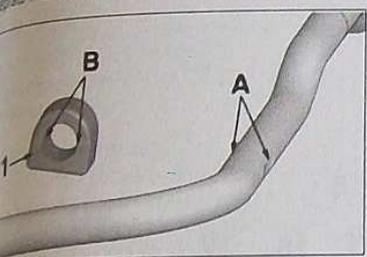

FIG. 6
- remettre l'état des paliers élastiques (1) (Fig.6) puis
- intérieurs (B) avec ceux de la barre (A).